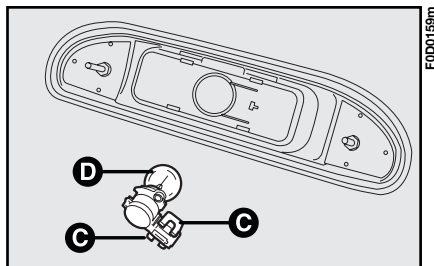

Abb. 26
3) Die beiden Blockierungsfedern **C**, **Abb. 26** drücken und die Lampenhalterung herausnehmen;